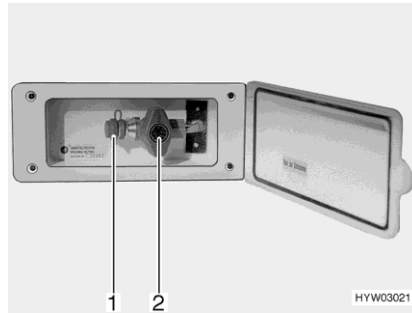

Bild 88 Externer Gasanschluss
- Externes Gasgerät an der Anschluss-Stelle (Bild 88,1) anschließen.
- Das Gasabsperrrventil (Bild 88,2) öffnen.